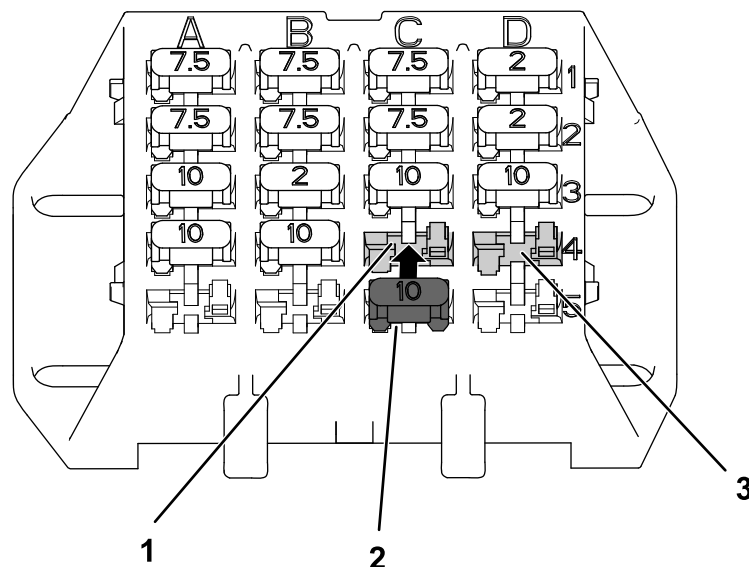

Figura 13
1. Instale o fusível na ranhura C4 pretendida na caixa de fusíveis (Figura 13).